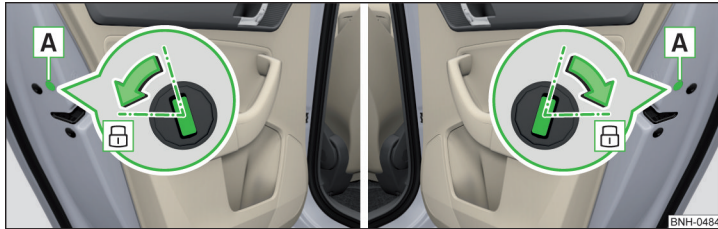

Abb. 144 Notverriegelung: Tür hinten links/rechts
- › Die Blende **A** abbauen » Abb. 144.